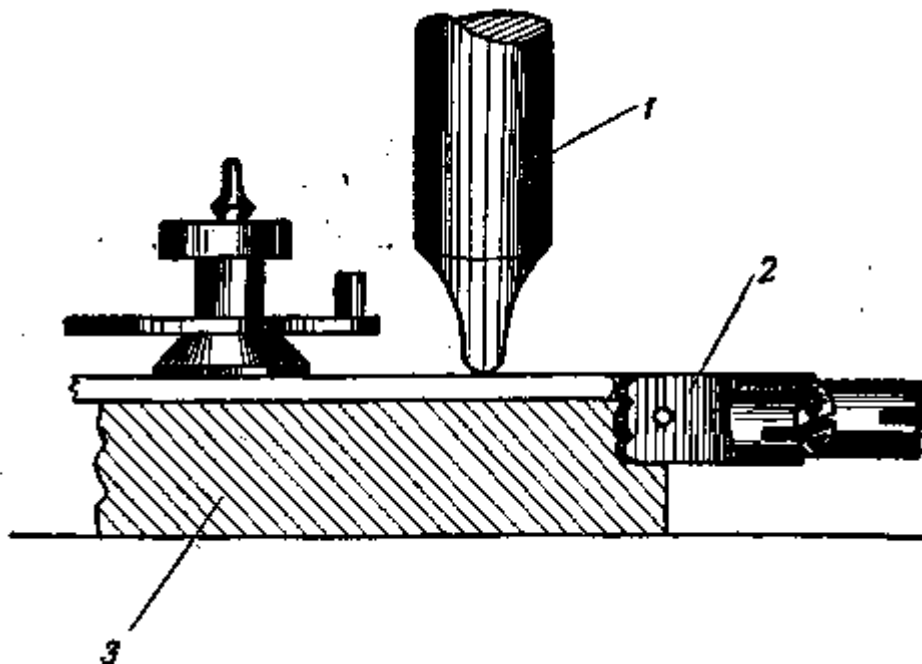

Рис. 89. Способ выравнивания баланса: 1 — пуансон; 2 — баланс; 3 — деревянная подставка
2. Оправка-подставка из дерева твердой породы с гладкой рабочей поверхностью, с отверстием для двойного ролика. На оправку кладут перекладину баланса и с небольшим нажимом выправляют ее пуансоном (рис. 89).